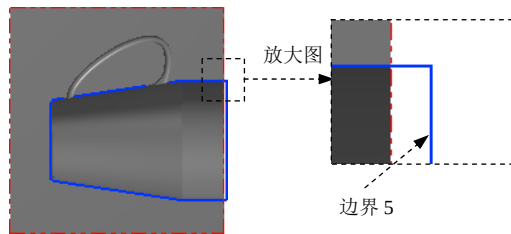

图 21.34 绘制边界 5
Step5. 绘制边界 5。单击顶视图 按钮，选择下拉菜单 **绘图(C)** → **线(L)** → **绘制任意线(E)...** 命令，绘制图 21.34 所示的线。单击 按钮，完成直线的绘制。